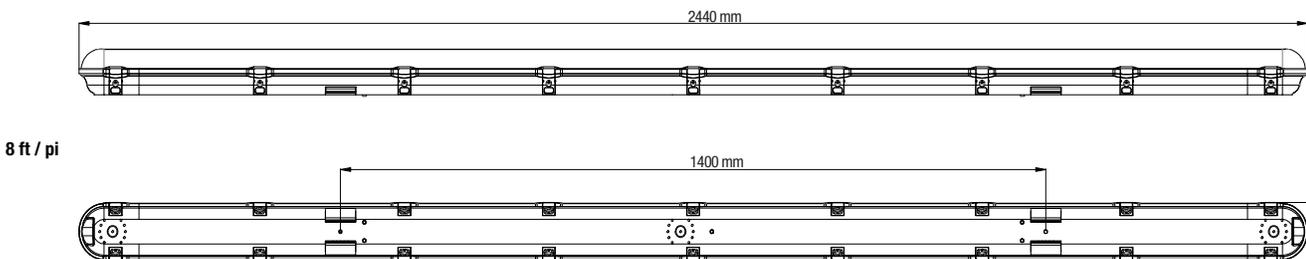

Fig. 1
1. Mount the two ceiling brackets directly to the ceiling by using suitable anchors and screws. Use the housing as drill pattern (Fig. 1).
1. Monter les deux supports de montage directement au plafond en utilisant les vis et ancrages appropriées. Utiliser le boîtier comme gabarit de perçage (Fig. 1).